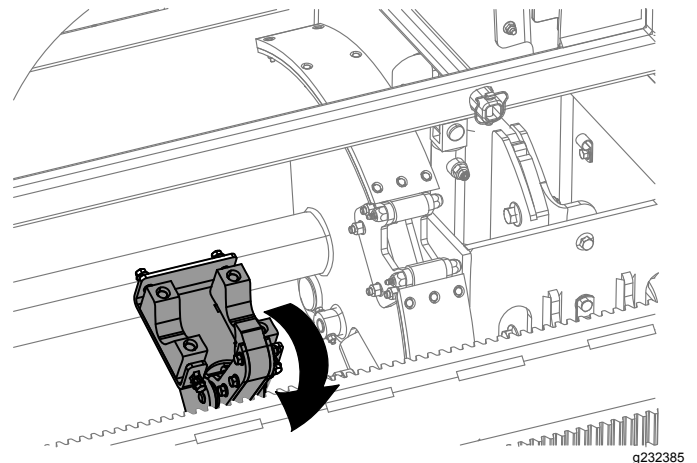
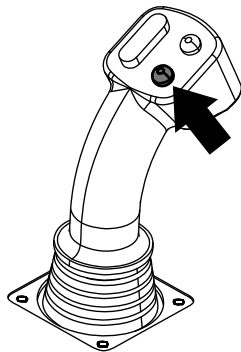

Bild 37
Bild 36
10. Halten Sie die untere Taste am Joystick (Bild 36) gedrückt, um das Rohr zu lösen (Bild 37) und lassen Sie die Taste los.